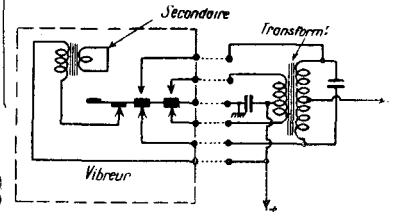

Fig. 3. — Un nouveau stabilisateur pour vibreur.
c) *Un nouveau stabilisateur pour vibreur* (figure 3).